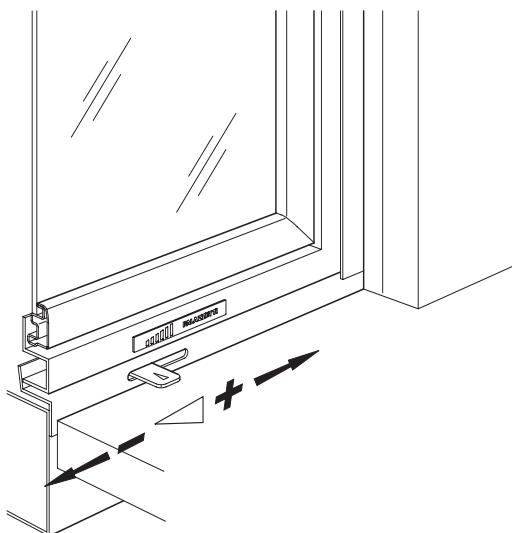

Fig. 6.4.1
- Ouvrir le registre de l'air comburant au maximum (Fig. 6.4.1: -FERMÉ; +OUVERT).